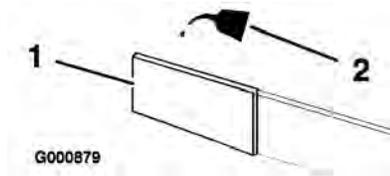

Figura 28
- C. Empape el filtro con aceite de motor limpio. (Figura 28) Apriete el filtro para eliminar el exceso de aceite.